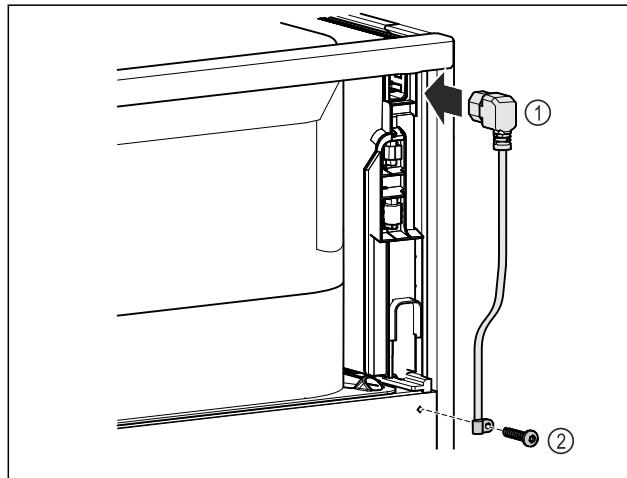

Fig. 11
► Zapojte zásuvku chladiaceho zariadenia sietového prívodu Fig. 11 (1) na zadnej strane zariadenia.
► Namontujte odľahčenie od tahu. Fig. 11 (2)